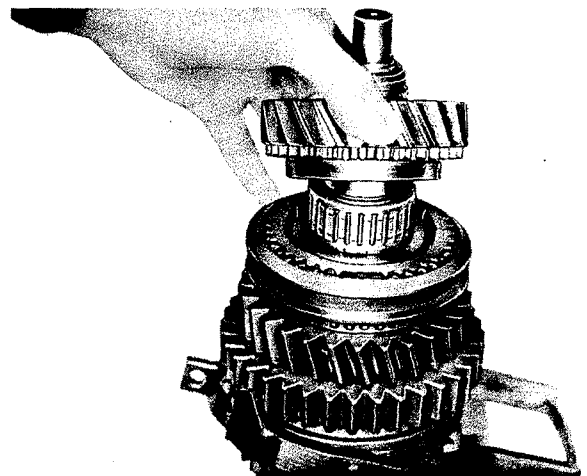

Fig. 34
15. Poser la deuxième bague de synchronisation (402) avec la denture orientée vers le haut. Faire glisser la cage à aiguilles (414) et l'engrenage de la 3e vitesse (413) sur l'arbre principal (fig. 34).